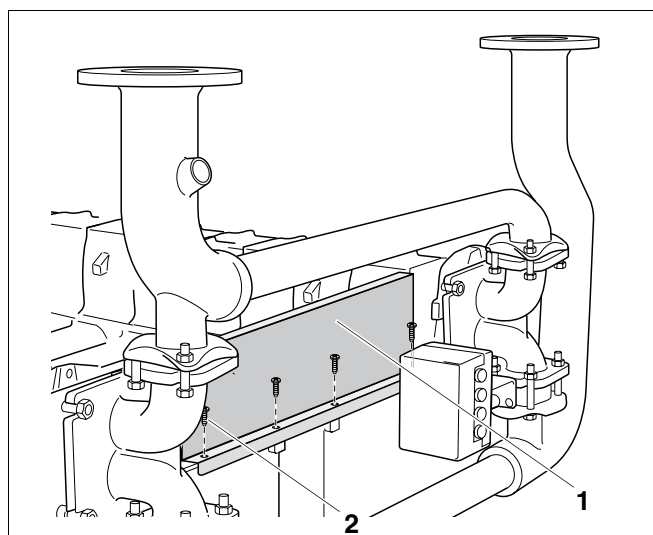

Fig. 35 Montarea peretelui frontal și de mijloc
- Peretele frontal (fig. 35, **poz. 1**) se poziționează cu piulițele de strângere (clemă) și se înșurubează ușor cu cele patru șuruburi 4,8 x 22 (fig. 35, **poz. 2**).
- Șuruburile de fixare 4,8 x 22 se strâng de peretele frontal (fig. 35, **poz. 2**, pagina 35).